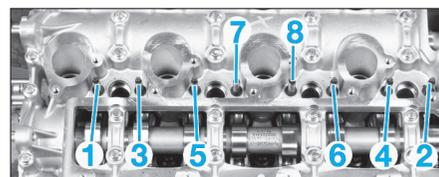

Fig. 54
- les colonnettes de fixation des injecteurs dans l'ordre indiqué (Fig.54),